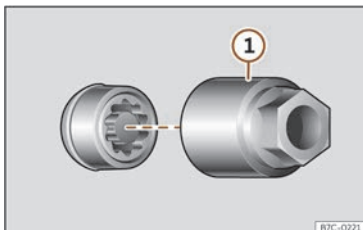

Fig. 233 Caragol antirobatori de la roda amb caputxó i adaptador.
- Encaixeu l'adaptador especial >>> **fig. 233 ①** (eina de bord >>> pàg. 321) en el caragol antirobatori de la roda fins al límit.